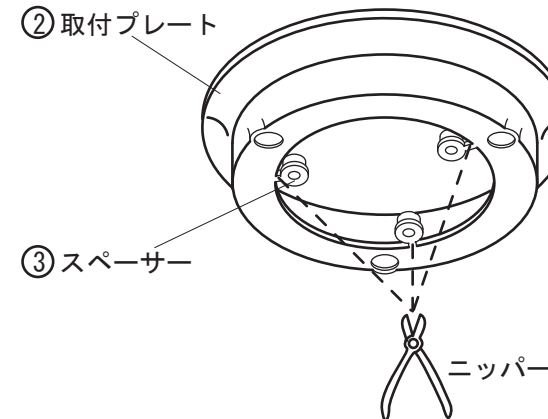

図4
- 4) ②取付プレートに付いている③スペーサー(3ヶ)をニッパーで切取って下さい。(図4参照)